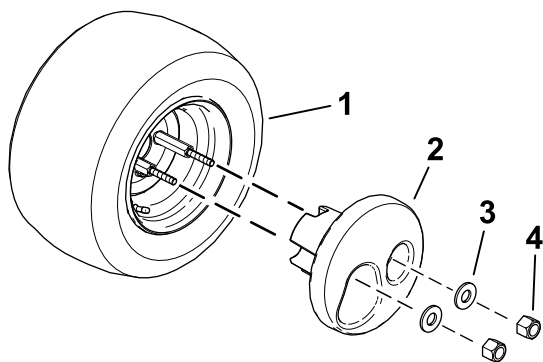

Figure 3
7. Fixez la masse sur la roue à l'aide de 2 rondelles et 2 écrous (Figure 3).